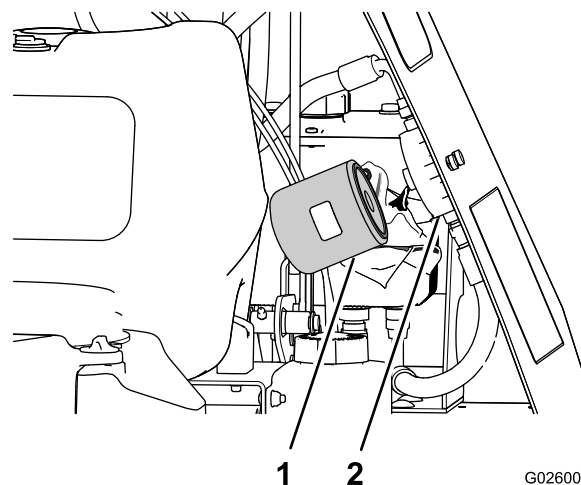

Figure 61
7. Posez le filtre en le tournant dans le sens horaire sur l'adaptateur jusqu'à ce que le joint rejoigne l'adaptateur, puis serrez encore le filtre de 2/3 à 3/4 de tour (Figure 61).